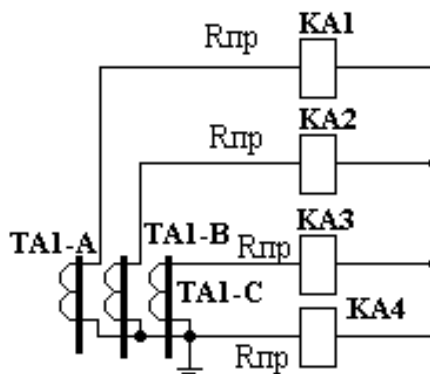

Рис. 5
2. Определить расчётную величину сопротивления внешней нагрузки трансформаторов тока при протекании тока трёхфазного КЗ. Схема соединения трансформаторов тока и реле приведена на рис. 5. Сопротивление провода от трансформаторов тока до релейной панели $R_{лпр} = 0,5$ Ом. Сопротивление всех контактов $R_{конт} = 0,1$ Ом. Реле КА1, КА2, КА3 типа РТ-40/50 – уставка на реле $I_{ср} = 30$ А; реле КА4 – тип РТ-40/20, уставка на реле $I_{ср} = 8$ А.